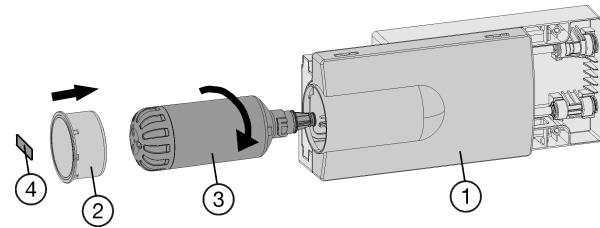

Fig. 8
- ▶ Instalar o filtro de água Fig. 8 (3) e girá-lo cerca de 100° para a direita até o ponto indicado.
- ▶ Empurrar a gaveta Fig. 8 (1) de volta.
- ▶ Colocar a tampa do filtro Fig. 8 (2).
- ▶ Anotar na etiqueta Fig. 8 (4) fornecida a data da próxima troca e colá-la no módulo.